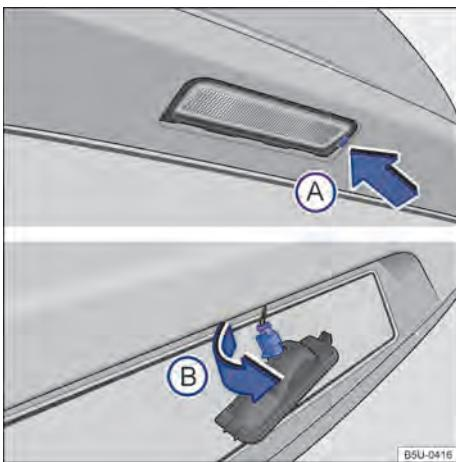

Fig. 115 No para-choque traseiro: remover a lanterna da placa de licença e o soquete da lâmpada.
2. Com o auxílio de uma chave de fenda, pressionar a trava → Fig. 115 A para remover o conjunto.